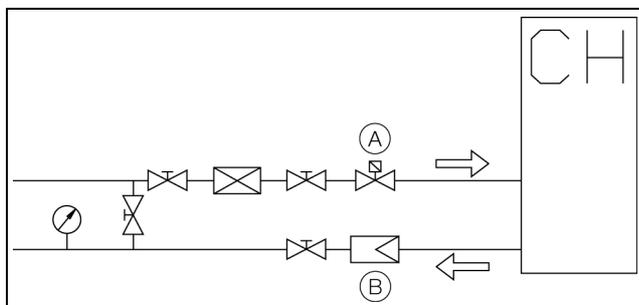

Imagen 26: Ejemplo de instalación con válvula de retención y electromagnética
- En los chillers se ha instalado un depósito de agua sin presión. Debido a ello sólo es posible su montaje en una posición más elevada que el consumidor. Para una instalación a una altura inferior, recomendamos instalar una válvula de retención en la entrada del circuito y una válvula electromagnética en el retorno del medio refrigerante (opcional), con el fin de evitar el rebose del depósito (imagen 26).